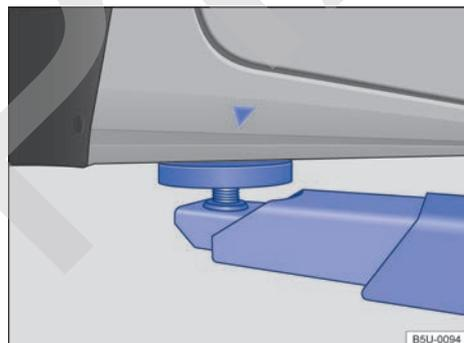
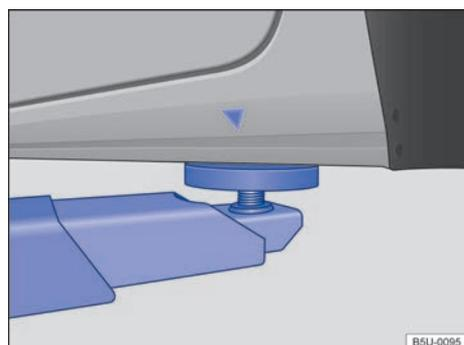

Fig. 190 Puntos de apoyo delanteros para la suspensión con plataforma elevadora o con gato.
Fig. 191 Puntos de apoyo traseros para la suspensión con plataforma elevadora o con gato. ▶
El vehículo debe ser suspendido solamente por los puntos indicados en las figuras → fig. 190 y → fig. 191. Si el vehículo no está suspendido por los puntos indicados, pueden ocurrir daños en el vehículo → ⚠ y lesiones graves → ⚠.
- Suspender el vehículo solamente por los puntos indicados en las figuras → fig. 190 y → fig. 191. Si el vehículo no es suspendido por los puntos indicados, puede caer de la plataforma elevadora cuando, por ejemplo, se desmonta el motor o la suspensión.